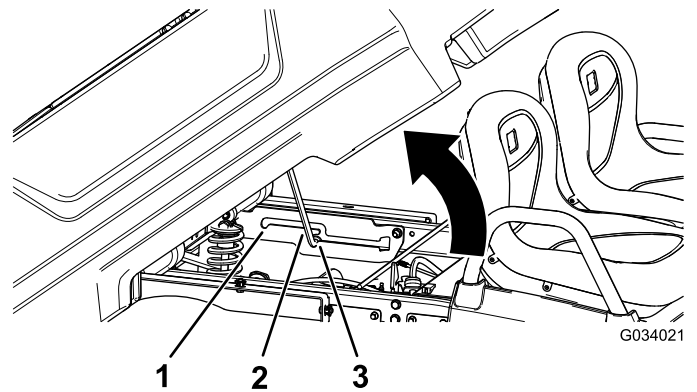

Bild 17
2. Ziehen Sie die Stützstange in den Arretierungsschlitz für die Entleeren-Stellung, um die Ladepritsche für das Entleeren zu arretieren (Bild 17).
2. Ziehen Sie die Stützstange in den Arretierungsschlitz für die Wartungsstellung, um die Ladepritsche für die Wartung zu befestigen (Bild 17).
2. Schieben Sie die Stützstange aus dem Arretierungsschlitz heraus (Bild 17).